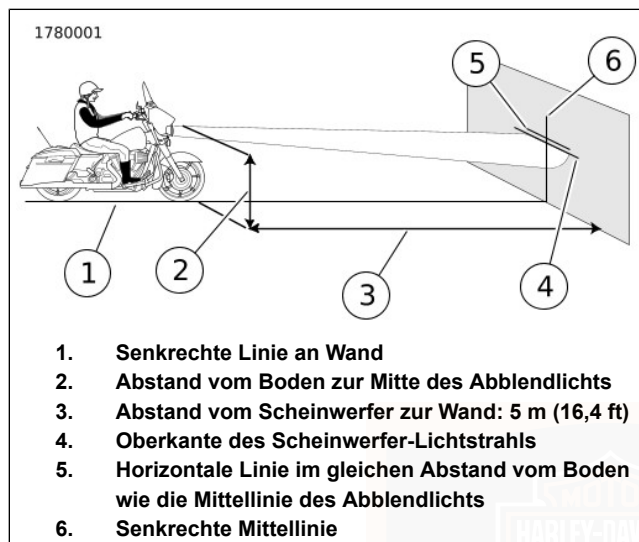

Abbildung 122. Scheinwerferausrichtung
4. Siehe Abbildung 122. Das Motorrad auf einer Linie (1) im rechten Winkel zur Wand parken.
5. Das Motorrad so aufstellen, dass die Vorderseite des Scheinwerfers einen Abstand von 5 m (16,4 ft) (3) zur Wand hat.
6. Eine vertikale Mittellinie (6) an der Wand anzeichnen, die auf die senkrechte Linie (1) ausgerichtet ist.
7. Siehe Abbildung 122. Bei beladenem Motorrad das Vorderrad gerade nach vorne auf die Wand ausrichten. Den Abstand (2) vom Boden zur optischen Mitte der Abblendlichtglühlampe (Vertiefung in der Streuscheibe) messen.
8. Eine horizontale Linie (5) durch die vertikale Linie an der Wand im gleichen Abstand (2) vom Boden wie die Mittellinie des Abblendlichts zeichnen. Eine weitere horizontale Linie (4) 2,5 cm (0,98 in) unterhalb der horizontalen Linie (5) zeichnen.